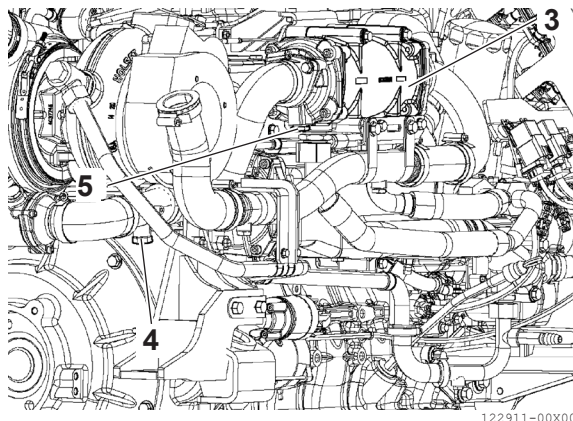

Bild 5
3. Upprepa proceduren för anoderna (**bild 5, (4))** och (**bild 5, (5))** nära havsvatten-/oljvärmväxlaren (**bild 5, (3))**.
- Dra åt anoden (**bild 5 (4))** till specificerat åtdragningsmoment: 25 N·m.
- Dra åt anoden (**bild 5 (5))** till specificerat åtdragningsmoment: 30 +/- 3 N·m.